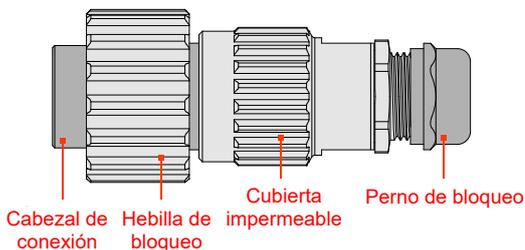

Figura 3-22 Conector de CA
Paso 2 Desenrosque el perno de bloqueo e impermeabilice el conector de CA (como se muestra en la Figura 3-22), pase el cable vivo, el cable neutro y el cable de conexión a tierra a través del perno de bloqueo y prénselos al puerto correspondiente del conector de CA.